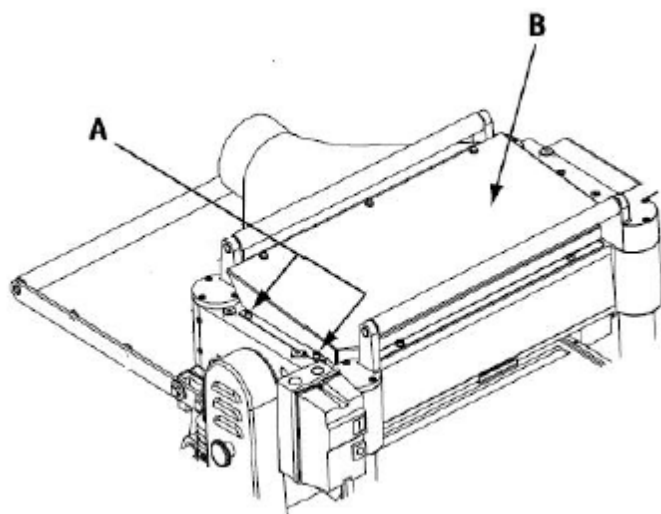

Рис. 18
2. Вывернуть шесть винтов (рис. 18, A) и снять верхнюю крышку (рис. 18, B).
2. Вывернуть шесть винтов и снять верхнюю крышку (см. рис. 18).